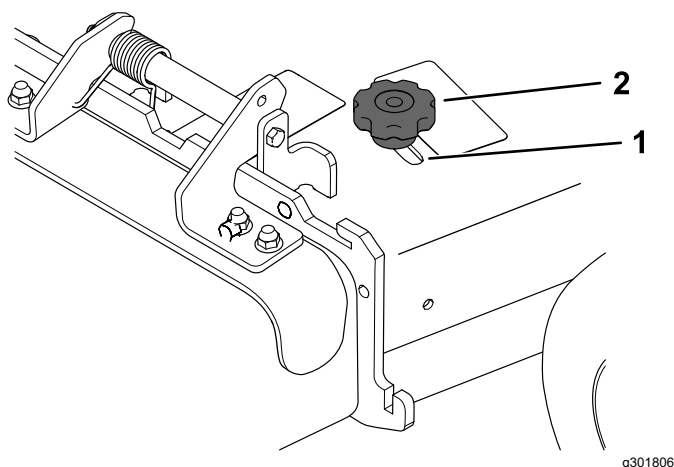

Figura 23
3. Para ajustar o abafador, desaperte o manípulo (Figura 23).